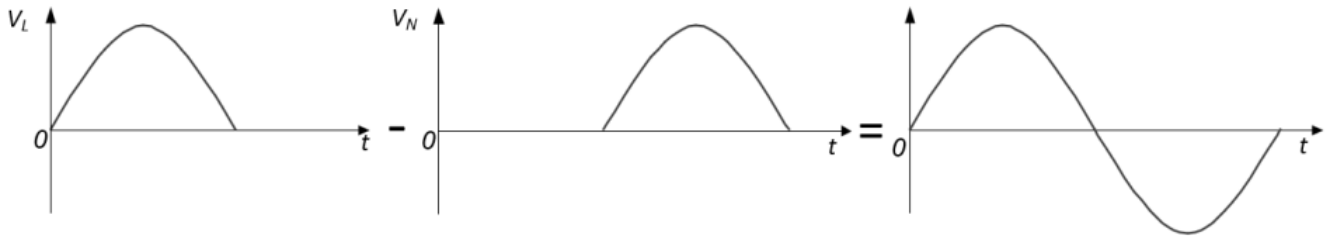

图 5. 使用線路電壓減去中性電壓後計算 V_{IN} 。來源：德州儀器
1. 透過兩個 ADC 感測 AC 線路和 AC 中性電壓。然後使用線路電壓減去中性電壓以獲得 V_{IN} ，如方程式 8 和 图 5 所示。